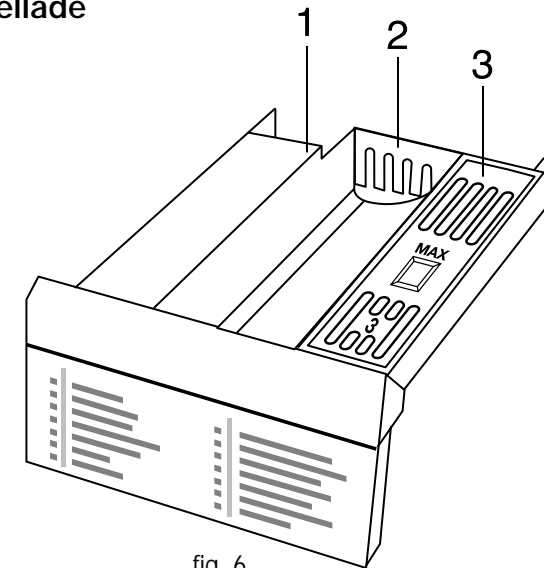

fig. 6
De wasmiddellade heeft drie vaste vakken (zie fig.6):
- U kunt de wasmiddellade (fig. 6) uit het apparaat halen door de lade zover mogelijk (tot de stuit) uit te trekken. Daarna de lade rechtsachter indrukken en uit het apparaat trekken.
- Toerental centrifugeren (3) instellen.
- De vuldeur openen, wasgoed in de machine doen (11).
- Let op, dat de hoeveelheid* wasverzachter niet boven de aangegeven MAX markering in het wasverzachtervak (fig. 6:3) uitkomt (*zie aanwijzingen op verpakking).